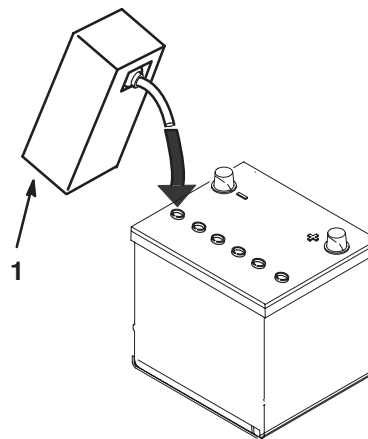

Figure 9
4. Attendez environ 20 à 30 minutes pour que les plaques aient le temps de s'imprégner d'électrolyte. Faites l'appoint au besoin pour que le niveau de liquide arrive à 6 mm en dessous du creux de remplissage (Fig. 9).